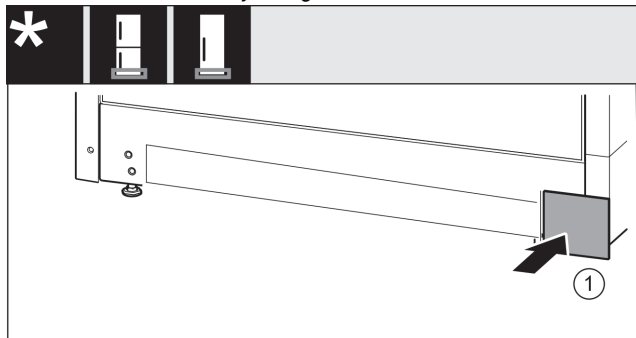

Fig. 19
- ▶ Afdekking aan de andere kant weer plaatsen. *Fig. 19 (1)*